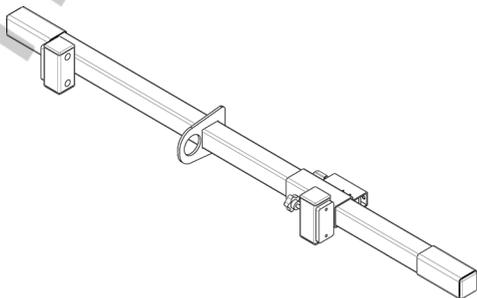

Fig. 1
- 2 protective sheath (fig. 1, item 1).
- 1 fixed pad (fig. 1, item 2).
- 1 clamping pad (fig. 1, item 3).
- 1 mobile jaw (fig. 1, item 4).
- 1 indexing lever (fig. 1, item 5).
- 1 clamping screw (fig. 1, item 6).
- 1 fixed jaw (fig. 1, item 7).
- 1 guide tube (fig. 1, item 8).
- 1 anchor point (fig. 1, item 9).
- 6 protective caps (fig. 1, item 10).